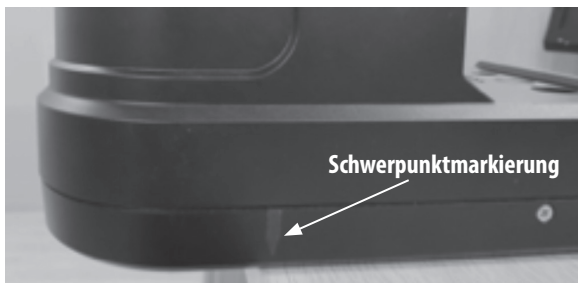

Bild 4
5. Wenn das Display C 50 anzeigt, entfernen Sie das 20-Gramm-Gewicht und legen Sie das 50-Gramm-Gewicht auf den Teller. Wenn „Stable“ (Stabil) angezeigt wird, drücken Sie die Taste **[CAL]** (KALIBRIEREN). Siehe Abb. 4.
1. Verschieben Sie die MatchMaster auf der Arbeitsfläche, bis die hintere Hälfte des Geräts zugänglich ist, aber **achten Sie darauf, dass die Schwerpunktmarkierung nicht über den Rand der Oberfläche hinausragt** (Bild 4). Wenn die Markierung über die Kante hinausragt, kann das ganze Gerät umkippen und beschädigt werden.